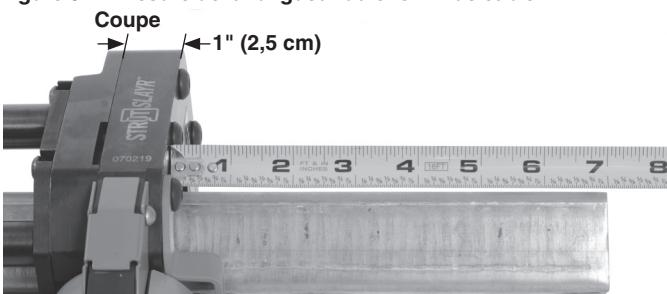

Figure 6B – Mesure de la longueur du chemin de câble
- En ajoutant 1" (25 mm) à partir de la face du bâti de la cisaille (Figure 6B).